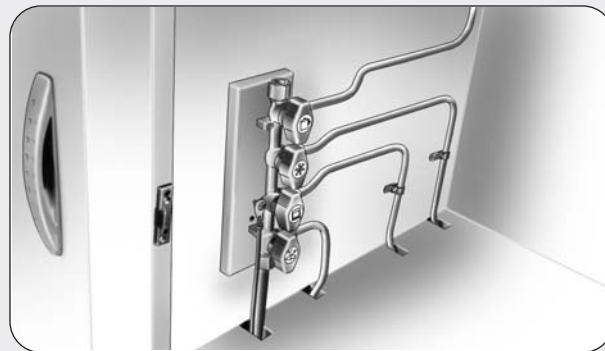

fig. 11
- ❑ Il gas proveniente dalla bombola asportabile, provvista di una sua valvola di chiusura, giunge agli apparecchi utilizzatori passando attraverso un riduttore di pressione e una centralina di distribuzione a più rubinetti **fig. 11**, uno per ciascun apparecchio, posta all'interno del mobile della cucina o in un armadio.